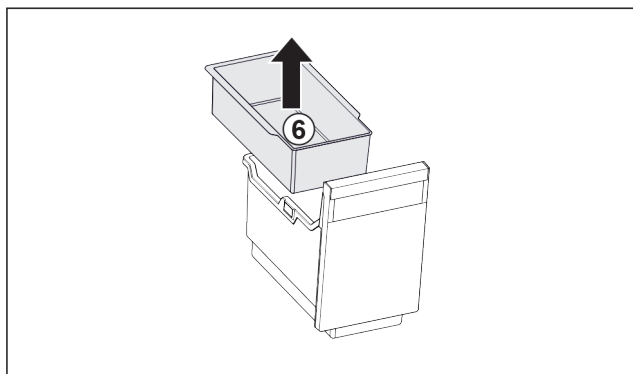

Fig. 170
- Вийняти підвісний лоток Fig. 170 (6).